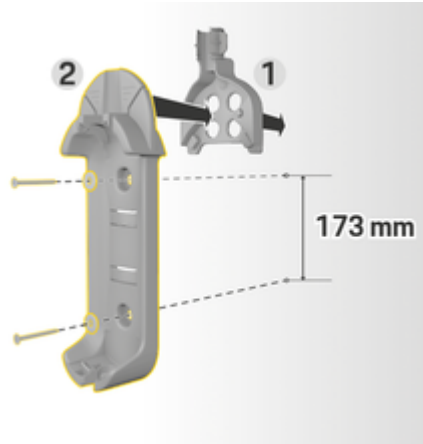

図. 4 ドリル寸法
3. ウォールマウントベース 2 (図. 4) を前からケーブルガイド 1 (図. 4) に押し込みます。